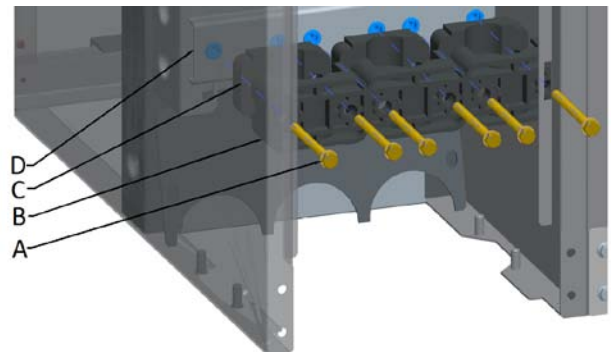

Figure 22: Ouverture du support câbles
- Dévisser, pour chaque support de câbles (Figure 22 B+C) les boulons à six pans (Figure 22 A), ce qui permet de démonter le support de câbles.
Dépendant de la section des câbles, il peut être nécessaire de démonter le support de câbles dans son entièreté (Figure 22 D).